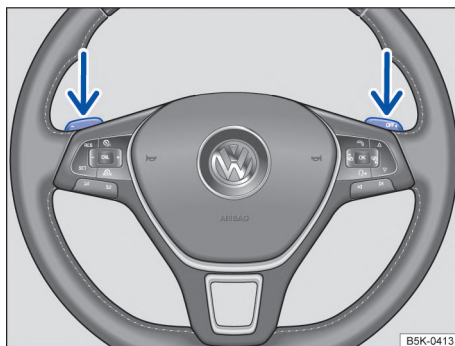

Fig. 93 Volante con selectores basculantes de Tiptronic.
- Presionar el conmutador basculante derecho → fig. 93 hacia el volante para aumentar la marcha.